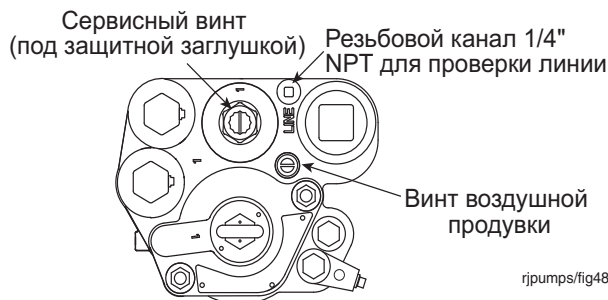

Рис. 23. Местоположение на насосе канала проверки линии
- Давление можно определить по манометру, присоединенному к «динамическому» клапану или к насосному каналу проверки линии (см. рис. 23).
2. Снимите и отложите защитную заглушку сервисного винта и поверните его по часовой стрелке (см. рис. 23). Когда винт приблизится к нижнему положению, начнется сброс давления из системы (это можно определить на слух). Продолжайте вращать винт до упора. После того как винт дойдет вниз до упора, отверните его на 4 оборота, чтобы открыть обратный клапан и дать топливу стечь из полостей манифольда. Продолжайте вращать винт до упора против часовой стрелки. Когда винт окажется вблизи верхнего положения, обратный клапан встанет (опустится) на место.
3. Выверните заглушку канала проверки линии (см. рис. 23) и присоедините контрольный манометр.
4. Поверните винт воздушной продувки на 2–3 оборота против часовой стрелки (см. рис. 23).
- Снимите и отложите защитную заглушку сервисного винта и поверните его по часовой стрелке (см. рис. 23). Когда винт приблизится к нижнему положению, начнется сброс давления из системы (это можно определить на слух). Продолжайте вращать винт до упора.